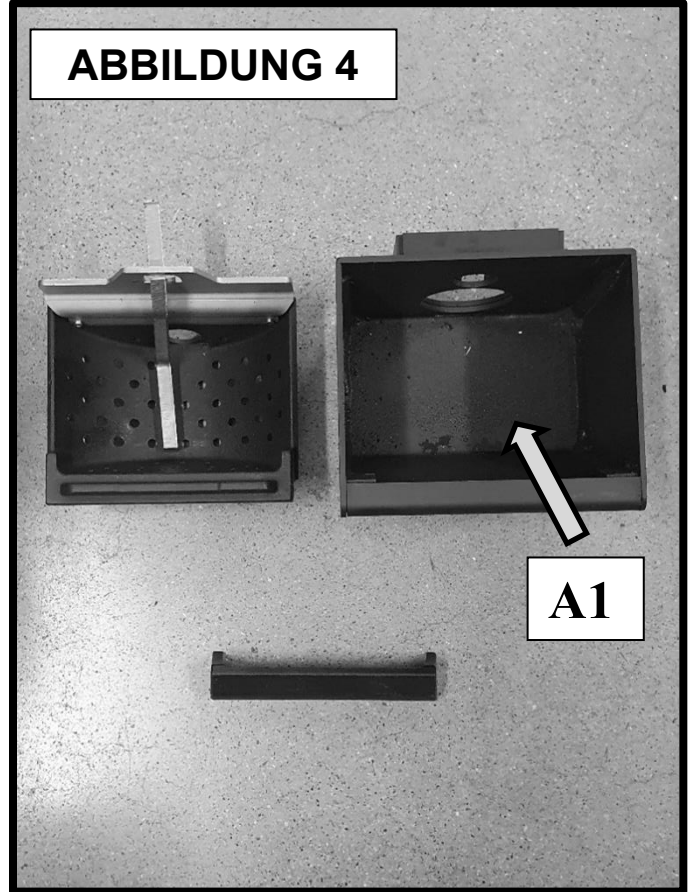

ABBILDUNG 5
- Die mit **C1** bezeichnete Öffnung inspizieren und reinigen (Abbildung 5). Für den Zugriff die Türen öffnen, den Aschekasten entnehmen und das Abschlusselement anheben. Beim Schließen prüfen, ob dabei Behinderungen auftreten.